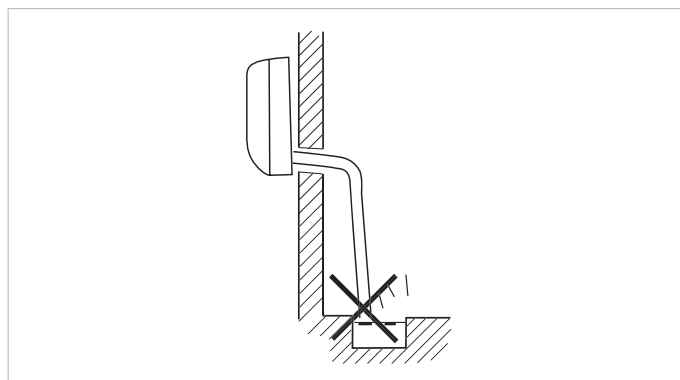

**Abb. 9.4** Mindestabstand zum Boden.
- Installieren Sie die Kondensatleitung so, dass der Abstand zum Boden mindestens 5 cm beträgt (siehe Abbildung 9.4).